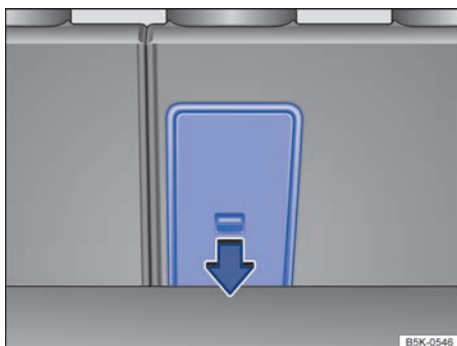

Fig. 169 En el maletero: apertura de la trampilla para cargas largas.
① La trampilla para cargas largas también puede abrirse desde el maletero. Para ello hay que presionar la palanca de desbloqueo hacia abajo, en el sentido de la flecha, y la tapa hacia delante → fig. 169.